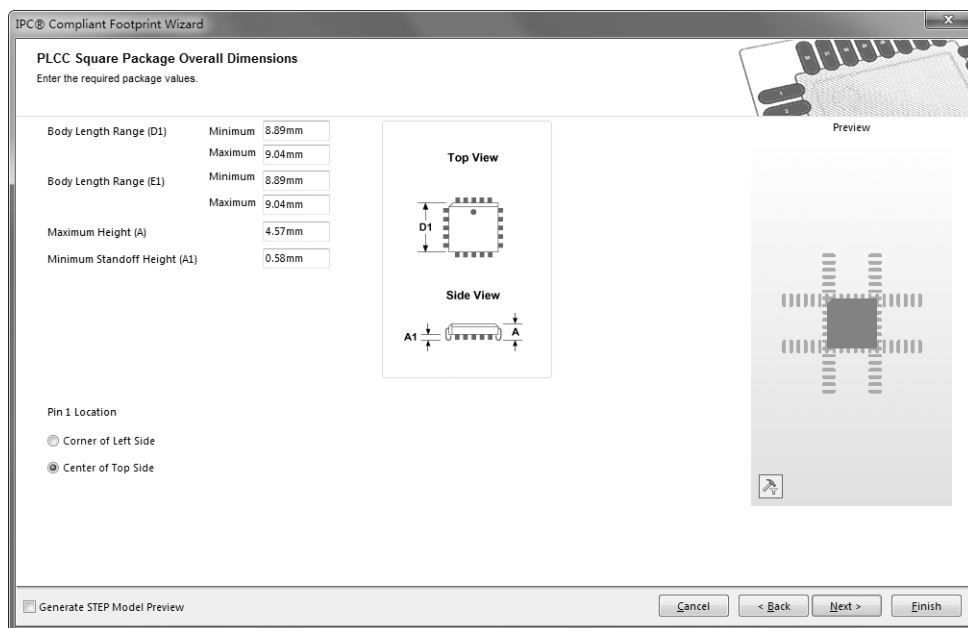

图 11-42 尺寸设定对话框
(3) 单击“Next”（下一步）按钮，进入 IPC 模型外形总体尺寸设定对话框。选择默认参数，如图 11-42 所示。